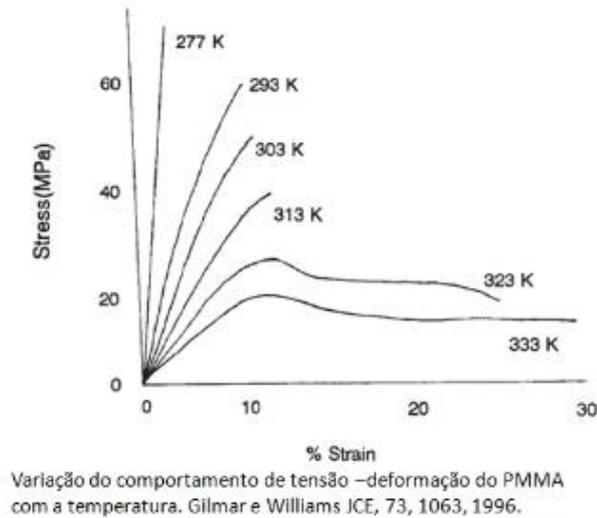

Figura 2 – variação do comportamento de tensão-deformação do PMMA com a temperatura.
6. Suponha que você recebeu os resultados de ensaios de tensão-deformação realizados para uma amostra de acetato de celulose obtidas à varias temperaturas como representado na Figura 2. Quais informações podem ser obtidas a partir da análise dessas curvas? Justifique.